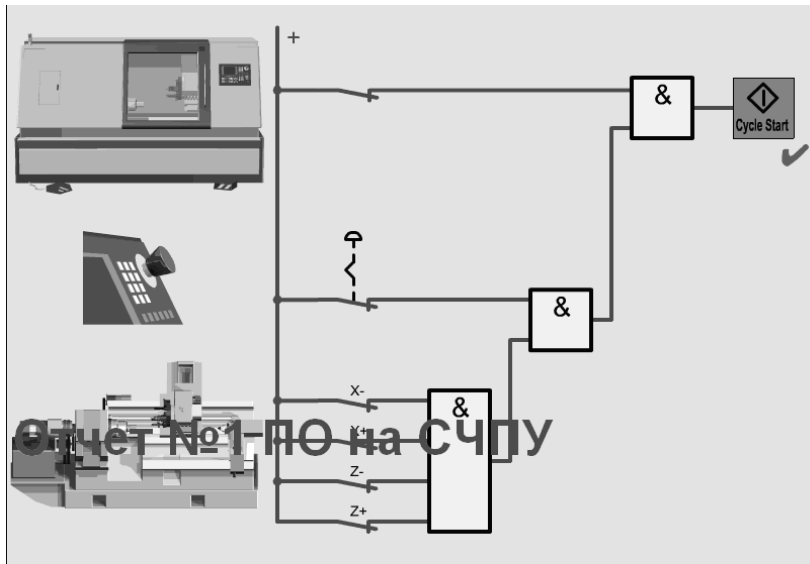

Рисунок 1.10 – Схема включения станка с ЧПУ
12.1 Условия включения станка (рисунок 1.10).